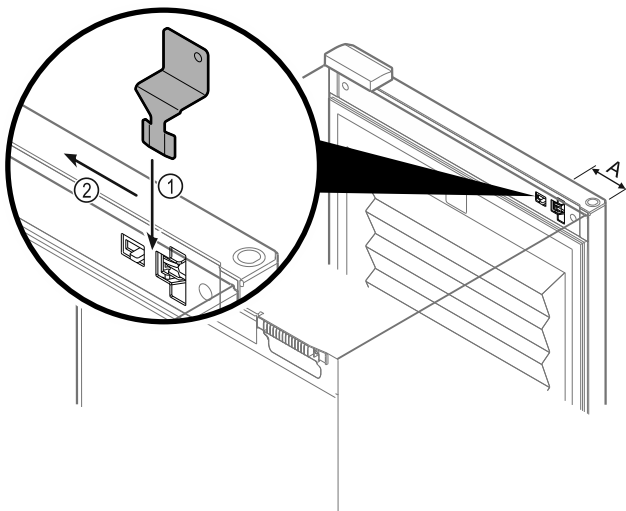

Fig. 164
- Posizionare la chiave di sblocco di emergenza nel punto specificato Fig. 164 (A) \approx 100 mm.
- Inserire la chiave di sblocco di emergenza tra la porta e il corpo dell'apparecchiatura dall'alto fino all'arresto Fig. 164 (1).
- Tirare la chiave di sblocco di emergenza verso il lato della cerniera Fig. 164 (2).